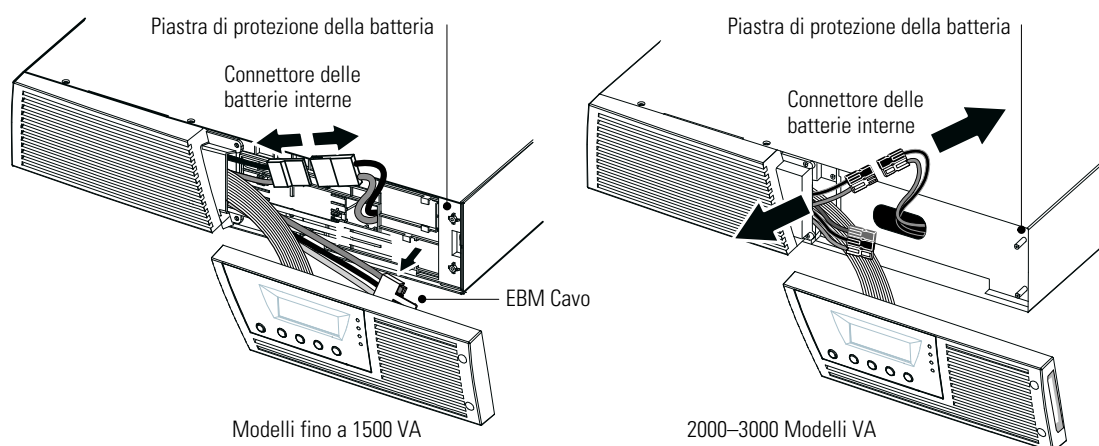

Figura 24. Scollegamento delle batterie interne dell'UPS (raffigurazione senza EBM)
**NOTA** Se occorre trasportare l'UPS, dopo aver verificato che l'UPS sia spento e scollegato dalla presa di alimentazione, disconnettere il connettore della batteria interna dell'UPS (vedere Figura 24 a pagina 45 per i modelli per rack o Figura 26 a pagina 48 per i modelli tower).
2. Scollegare il connettore della batteria interna (vedere Figura 24).
3. **Solo per i modelli fino a 1500 VA.** Se il cavo dell'EBM non è collegato a un EBM, sganciare il cavo dell'EBM e spostarlo a sinistra in modo che non dia fastidio (vedere Figura 24).
4. Afferrare un lato della piastra di protezione della batteria e tirarlo gentilmente verso di sé. Rimuovere e conservare la piastra di protezione della batteria. Vedere Figura 24 per l'individuazione della piastra di protezione della batteria.
9. **Solo per i modelli fino a 1500 VA.** Se il cavo dell'EBM non è collegato a un EBM, riagganciare il cavo dell'EBM nel suo alloggiamento sulla piastra di protezione della batteria (vedere Figura 24).